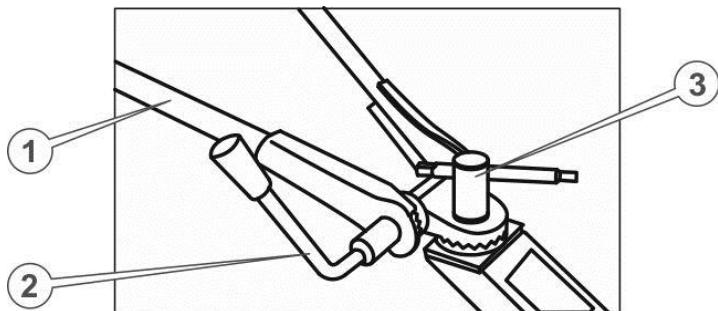

Рисунок 2. Кріпллення керма
3. Звільнити кермо від пакувальної плівки. Відкрити затисну гайку з важелем і витягнути стяжний болт. Встановити кермо на рульову стійку центрального вузла, потрапляючи зубцями в зубці (див. рис. 2.), вставити стяжний болт таким чином, щоб його головка зайшла в шестигранне поглиблення у вушку керма (ліворуч у напрямку руху